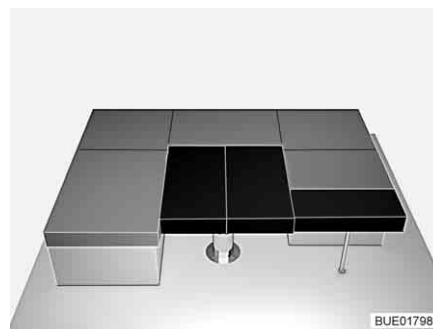

Fig. 104 Après la transformation
- Placer le petit coussin supplémentaire sur la rallonge du coffre de banquette (voir Fig. 104).